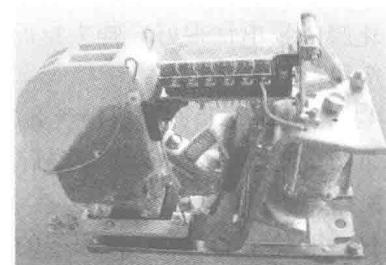

图 1-10 CZ0 系列直流接触器
1) CZ0 系列直流接触器。CZ0 系列直流接触器如图 1-10 所示。CZ0 系列直流接触器适用于直流电压 440V 以下、电流 600A 及以下电路，供远距离接通和分断直流电力线路，及频繁起动、停止直流电动机及控制直流电动机的换向及反接制动。其主触点的额定电流有 40A、100A、150A、250A、400A 和 600A。主触点的灭弧装置由串联磁吹线圈和横隔板陶土灭弧罩组成。